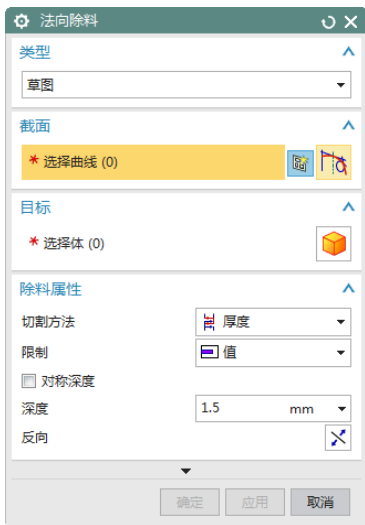

图 7-101 “法向除料”对话框
(1) 选择“菜单(M)”→“插入(S)”→“切割(T)”→“法向除料(N)”，或者单击“主页”选项卡“特征”面组上的“法向除料”按钮 , 打开如图 7-101 所示“法向除料”对话框。设置“切割方法”为“厚度”，“限制”为值，输入“深度”为 1.5